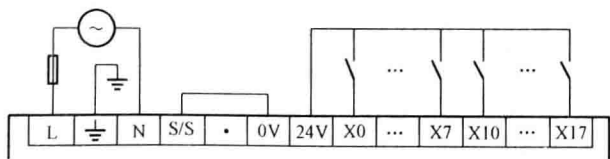

图 1-11 输入电路源型连接
输入电路源型连接的示意图如图 1-11 所示。源型连接时, S/S 输入极性选择端子连接直流 0V 电源端, 24V 电源电流经输入开关元件、输入 (X) 端流入, 通过内部的输入光电耦合器经 S/S 端回流到 0V 电源端。输入元件可以使用 PNP 型晶体管传感器或其他触点 (如按钮、转换开关、行程开关、继电器的触点) 开关元件。